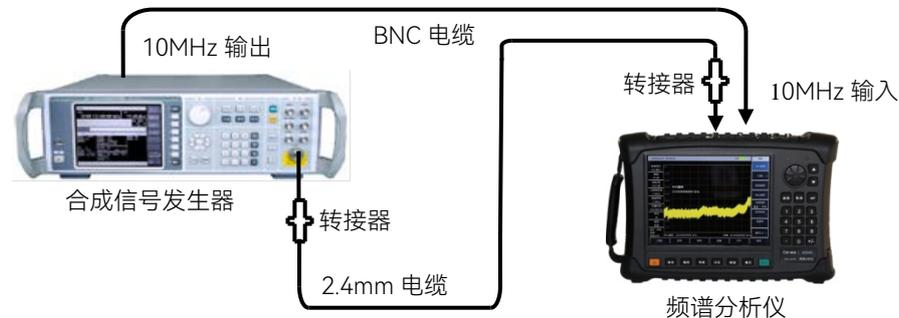

图 14.4 扫频宽度准确度测试设置
3) 如图 14.4 连接测试仪器，合成信号发生器为频谱分析仪提供频率参考；